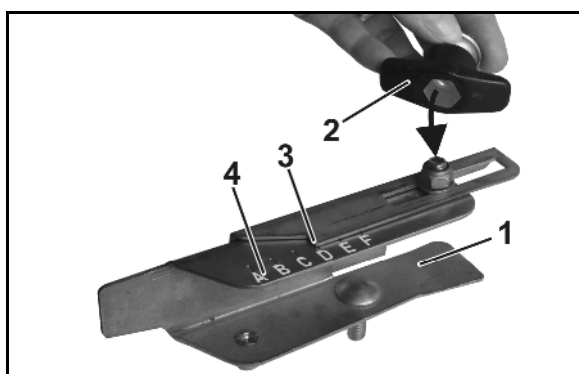

Fig. 83
5. Montar la pala de dispersión en límite (Fig. 83/1) mediante la tuerca de mariposa (Fig. 83/2) en el disco esparcidor.
6. Ajustar los indicadores (Fig. 83/3) en los números de la escala (Fig. 83/4) según la Tabla de dispersión y volver a apretar la tuerca de mariposa (Fig. 83/2).